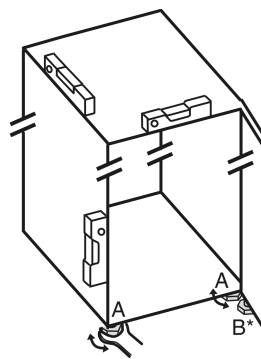

Fig. 35
- Odvrnite podesive nožice Fig. 35 (A) priloženim viličastim ključem i libelom prema van dok uređaj ne stoji čvrsto i ravno.
- Odvijte podesivu nožicu *Fig. 35 (B)* na podlošku ležaja priloženim viličastim ključem dok se ne podupre o pod.
- Okrenite podesivu nožicu *Fig. 35 (B)* dalje za najviše 90° kako biste izbjegli oštećenje vrata.